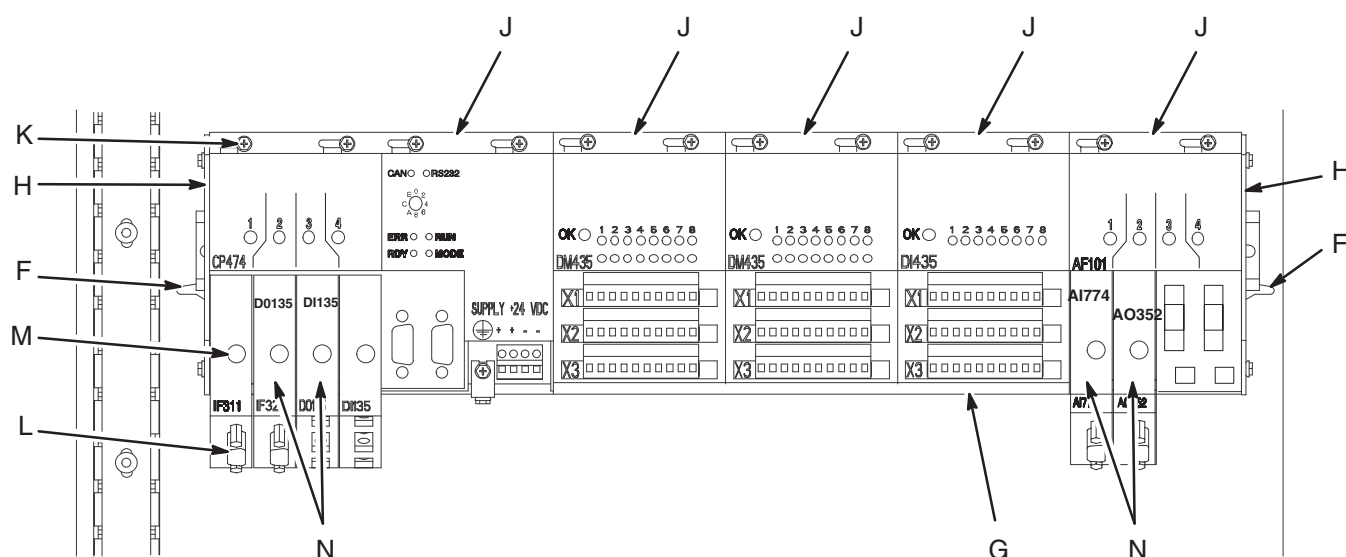

Fig. 11.9
4. Déverrouiller (F) la plaque de montage (G) des modules de commande (G). Voir Fig. 11.9.
5. Faire basculer la plaque de montage vers le bas pour dévisser la plaque terminale (H) la plus proche du module à remplacer.
7. Enlever les vis (K) des modules (J) se trouvant entre la plaque terminale démontée et le module à remplacer.
10. Monter la plaque terminale (H) pour serrer les modules les uns contre les autres. Fixer ensuite les modules à l'aide des vis (K).
4. Débrancher le câble du connecteur du sous-module (L). Voir Fig. 11.9.
5. Retirer la vis (M), puis démonter le sous-module (L).
7. Brancher le câble sur le connecteur (L).